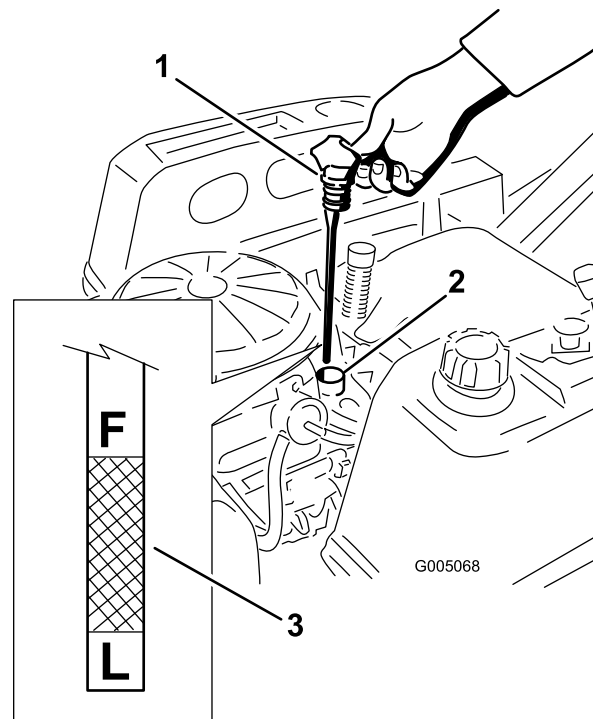

Figura 32
4. Puxe e retire a tampa/vareta; limpe o óleo. Volte a inserir a vareta e empurre-a firmemente para o lugar (Figura 32).
5. Retire a vareta e verifique o nível de óleo. (Figura 32).
7. Rode a válvula de drenagem 1/4 no sentido contrário aos dos ponteiros do relógio para abrir e deixar o óleo drenar (Figura 34). Remova a tampa/vareta (Figura 32).
14. Coloque lentamente cerca de 80% da quantidade de óleo especificada no bocal de enchimento do óleo (Figura 32).
15. Volte a colocar a tampa de enchimento/vareta e empurre-a firmemente para o lugar (Figura 32).
16. Verifique o nível de óleo (Figura 32); consulte a secção Verificação do nível do óleo.
18. Volte a colocar a tampa de enchimento/vareta e empurre-a firmemente para o lugar (Figura 32).